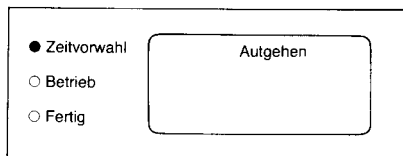

Abb. 1
- 2) Es erscheint die LCD-Anzeige und die Zeitvorwahl-LED (grün) leuchtet auf. Siehe Abb. 1